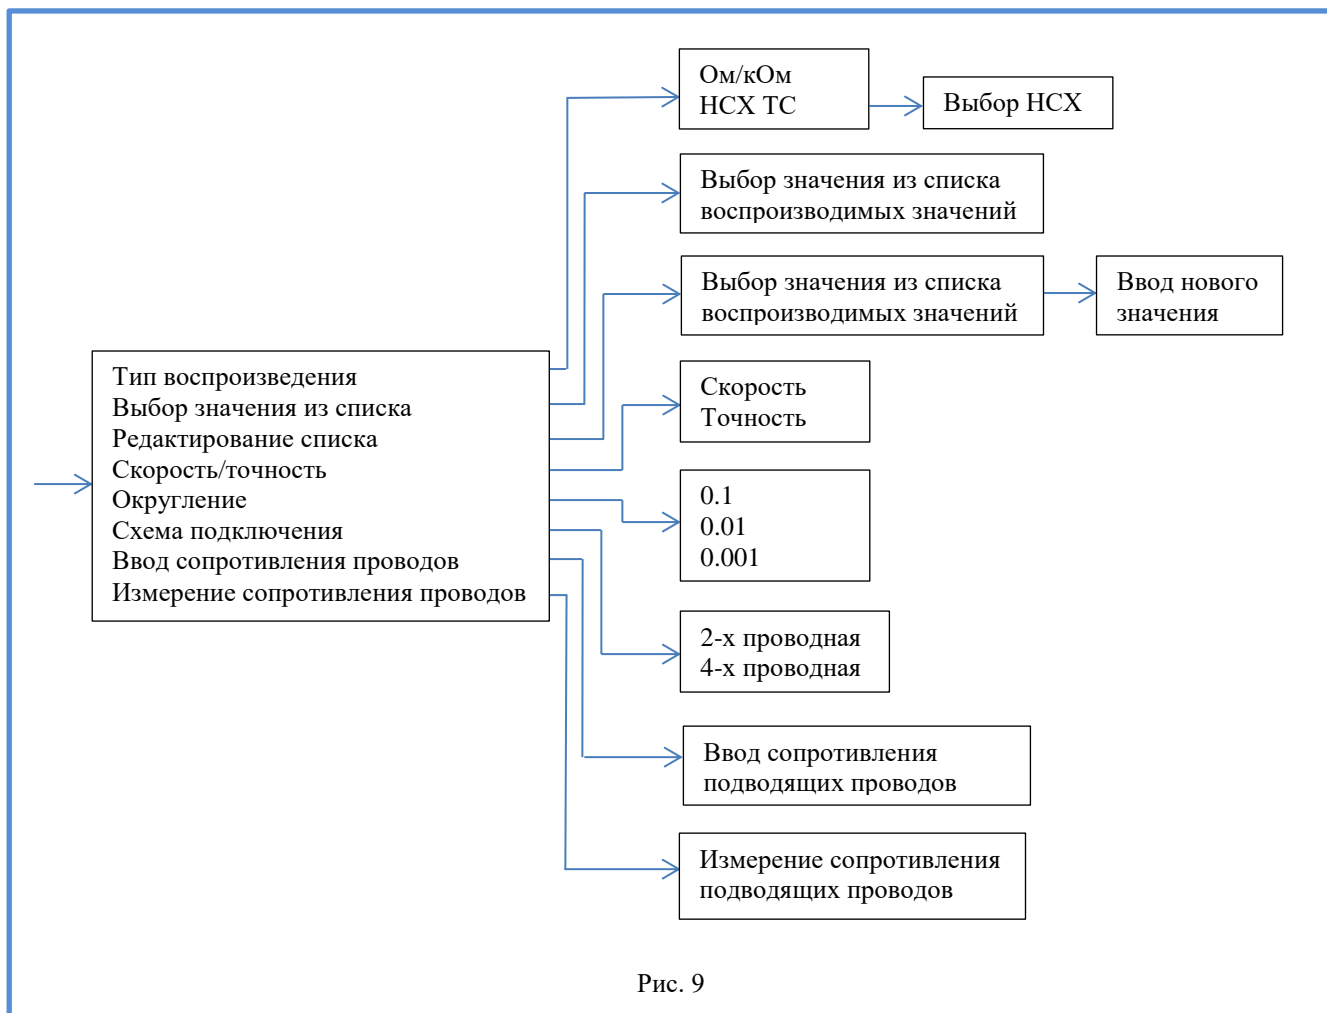

Рис. 9
4.1.4.4 Подменю «Воспроизведение», рис. 9